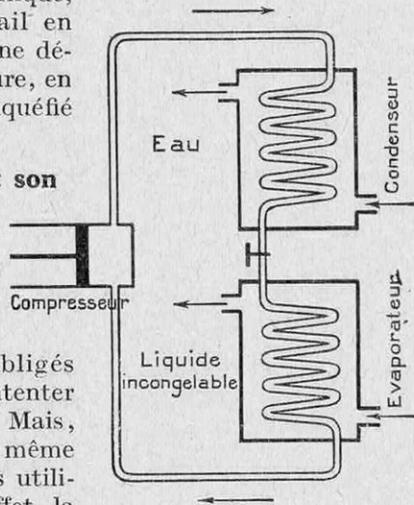

FIG. 13. — PRINCIPE DE LA MACHINE FRIGORIFIQUE A GAZ LIQUÉFIÉ.
véritable source de froid, la seule importante, c'est la *machine frigorifique* (fabrication de la glace, conservation des matières alimentaires). Voici quel en est le principe : on a à sa disposition un gaz liquéfié placé dans un évaporateur (fig. 13) et on en produit la vaporisation par aspiration dans un cylindre. L'évaporateur est entouré d'un « liquide incongelable » (1), auquel le gaz liquéfié emprunte la chaleur nécessaire à son évaporation. Le gaz aspiré par le cylindre du compresseur est comprimé par celui-ci dans un condenseur, où il se liquéfie sous l'action simultanée de la compression et du refroidissement produit par un courant d'eau qui circule dans le condenseur. Le gaz liquéfié ainsi obtenu est envoyé intégralement à l'évaporateur (2). Quant au liquide incongelable, il y revient aussi, après avoir passé dans divers appareils